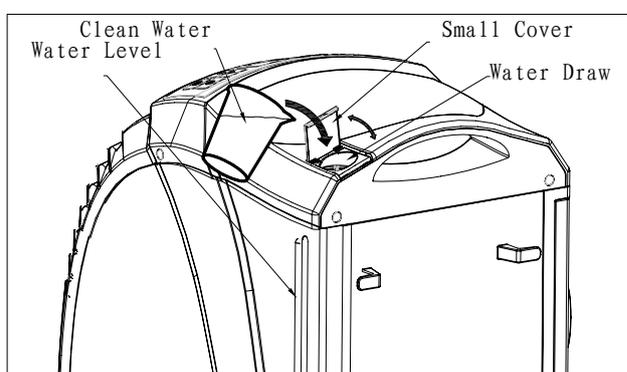

Fig 13
- ❖ Cuando el agua condensada no es suficiente para la bomba, el indicador de agregar agua en el panel de control se iluminará, por lo cual usted debe agregar un poco de agua al equipo. A la derecha de la manija, hay una tapa que cubre el orificio para agregar el agua. (ver Fig.13). Mientras tanto, preste atención al visor de nivel de agua a su derecha, donde se muestra la cantidad de agua.